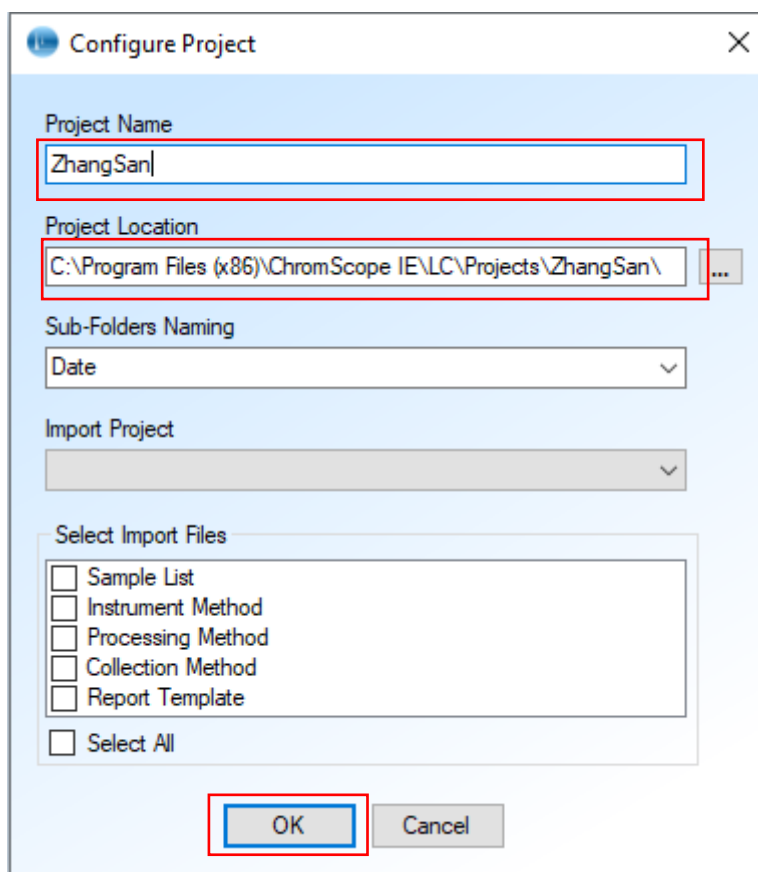

图 6-5
- 输入 Project Name/Project Location，点击 OK（图 6-5），即可查看到在文件与系统区域，出现刚建立的项目文件